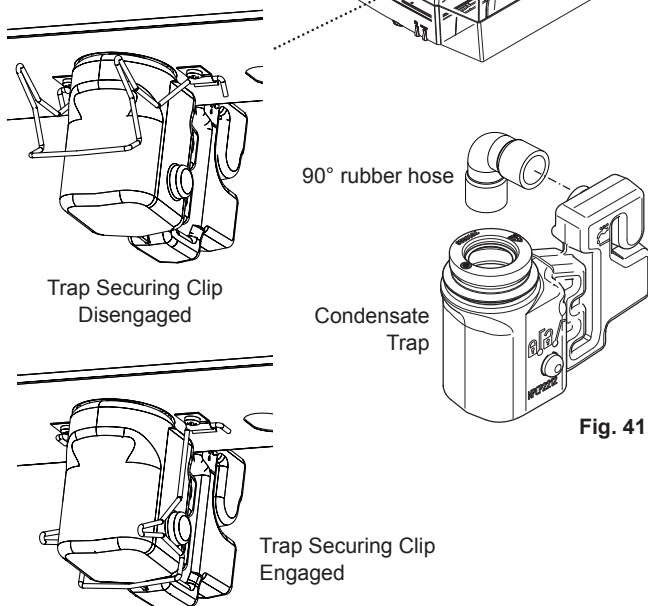

Fig. 41
10.3.3 Condensate Trap (Fig. 41)